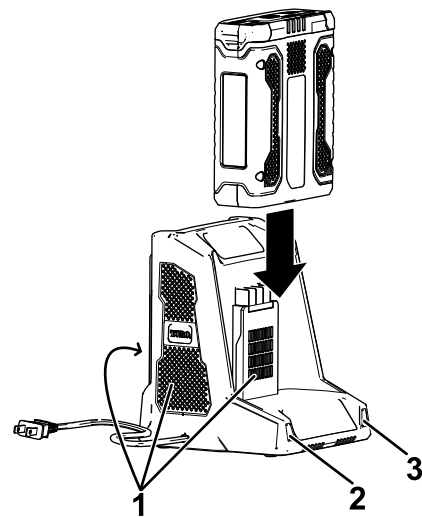

**Bild 10**
3. Fluchten Sie das Loch im Akkupack (Bild 10) mit der Zunge am Ladegerät aus.